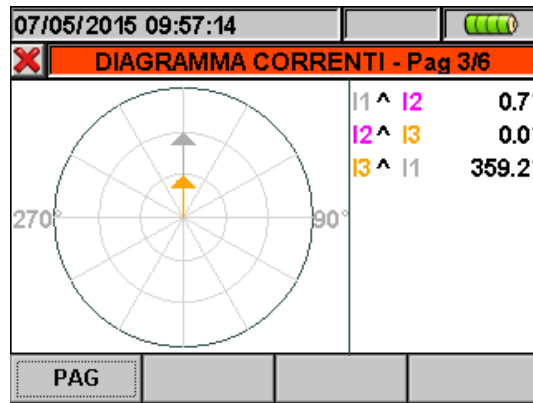

Fig. 41: Diagramma vettoriale correnti per sistemi 4-fili
- Il diagramma vettoriale delle correnti. La Fig. 41 mostra il caso di sistemi 4-fili: